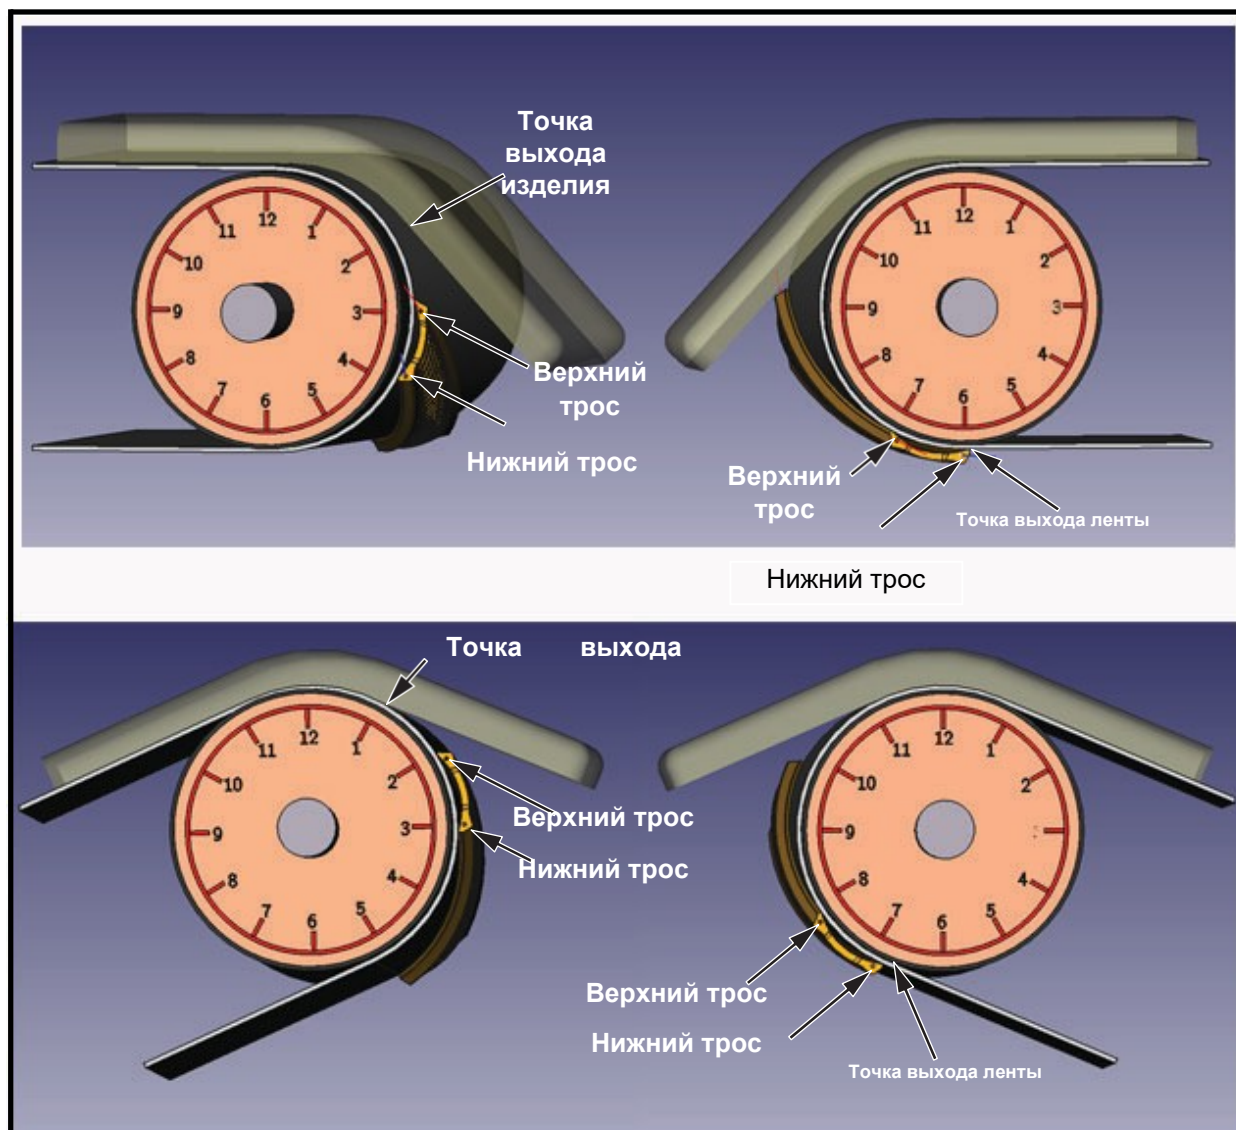
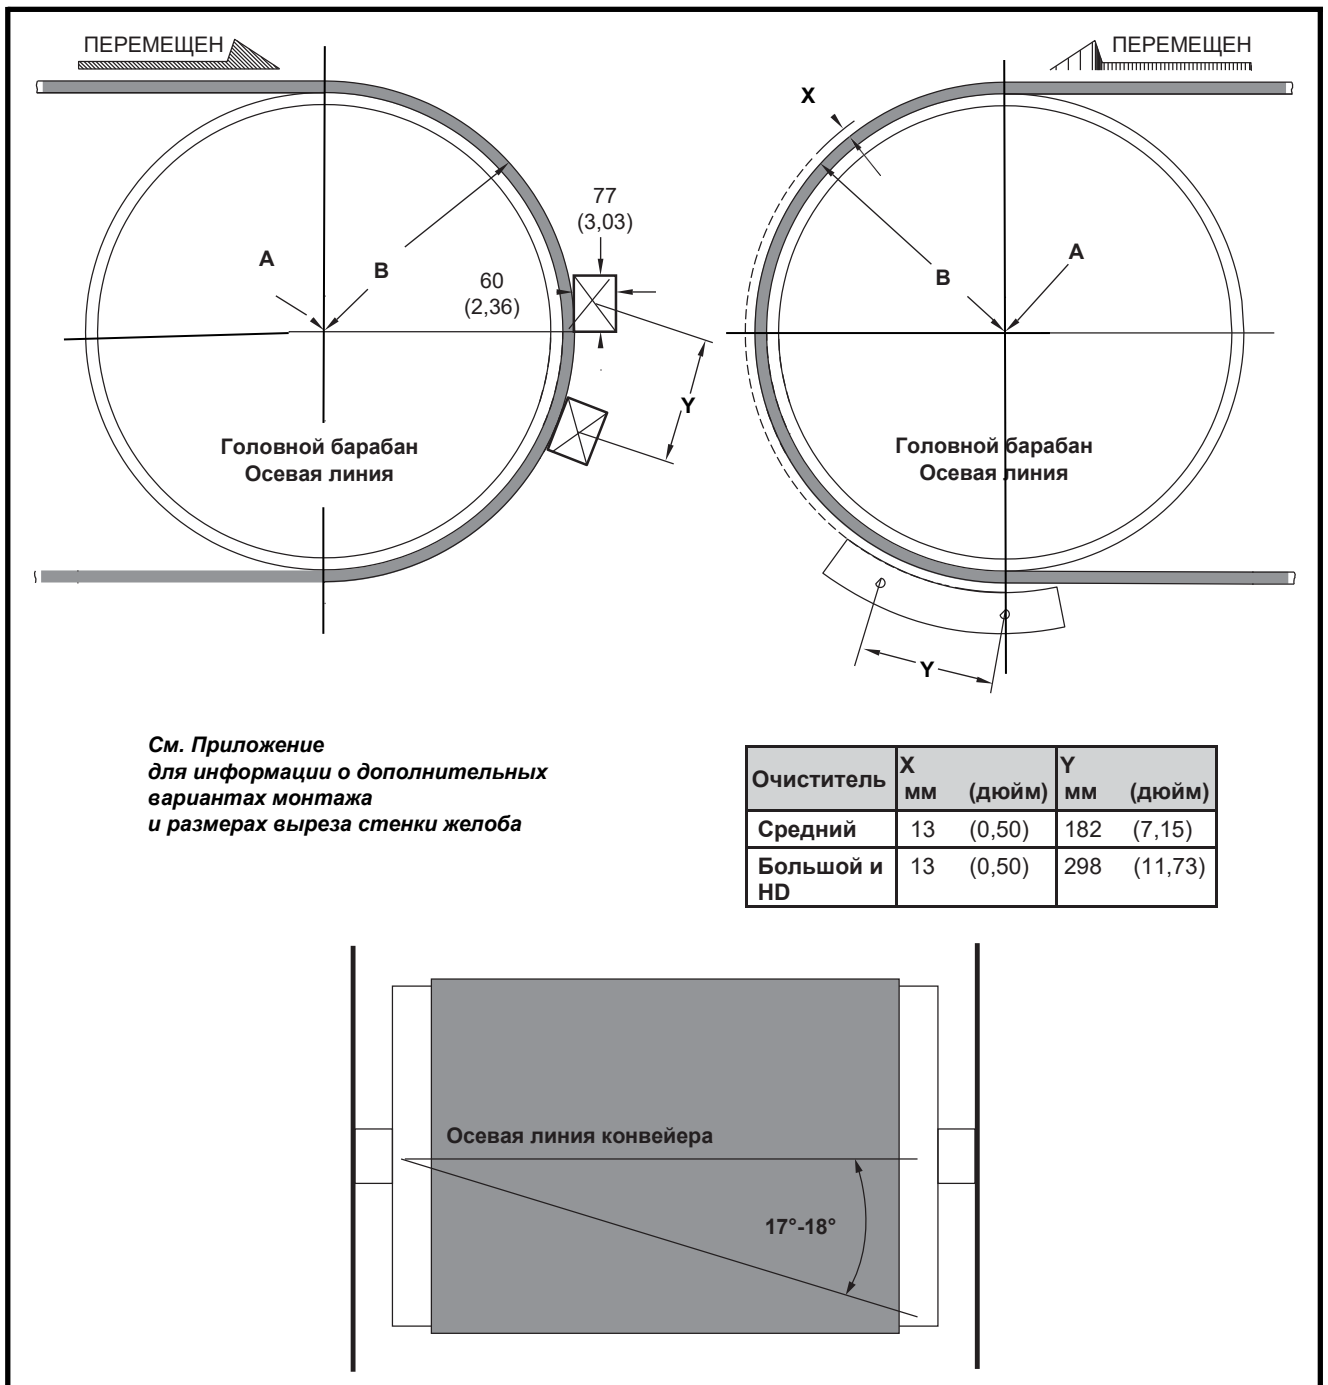

Рис. 2: стандартное монтажное положение очистителя ленты
Рис. 6: расположение очистителя ленты и вырезы в стенке желоба
- а) Проведите осевую линию головного барабана перпендикулярно линии конвейерной ленты (см. Рис. 6). Проверните нижнюю часть крепежа обратно настолько, насколько это возможно для достижения угла поворота ленты 17° , не превышая значение выхода ленты (см. Рис. 2 и 3).
- (1) Установите крепление опорной точки на противоположную стенку желоба, как показано на Рисунке 6 (монтаж осевой линии используется в качестве примера).
- (2) Отметьте места расположения отверстий крепления.
- (3) Просверлите или вырежьте два отверстия для винтов диаметром 13 мм в противоположной стенке желоба.
- (4) Закрепите крепление опорной точки на внутренней стороне противоположной стенки желоба с помощью винтов с потайной головкой (В) и гаек.
- б) Проведите линию с уклоном 17° от нижнего отверстия нижнего крепежа к нижнему отверстию верхнего крепежа, либо используйте нить или эластичную резинку для определения необходимого угла. Прикрепите нить к нижнему отверстию крепежа и удерживайте ее у осевой линии головного барабана в положении, подобно часовой стрелке на 6 часов, на стороне противоположной желобу, проверьте угол, отрегулируйте угол, чтобы находиться ниже точки выхода изделий (см. Рис. 2 и 3). Отметьте положение нижнего отверстия верхнего бокового натяжителя.